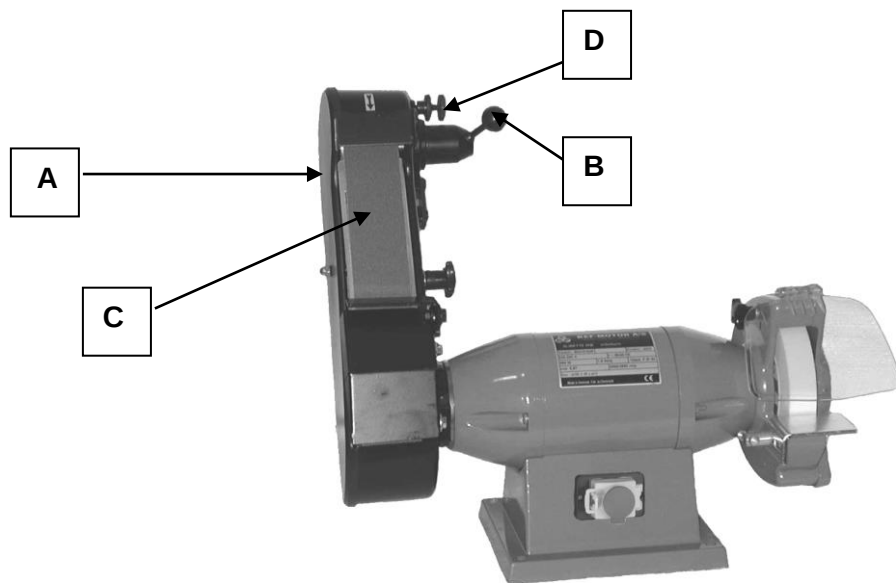

Fig.: 1.3.2
Når slibebåndet er slidt ned, skal det udskiftes, hvilket gøres på følgende måde: Yderskærmen (A) (se fig.: 1.3.2) på skærmkassen monteres af og håndtaget (B) trækkes ned. Herved aflastes slibebåndet (C), så det kan afmonteres og udskiftes med et nyt slibebånd, som monteres i modsat række følge. Det kontrolleres, at pilenes retning på båndets bagside svarer til omløbsretningen. Når det nye slibebånd er monteret, er det nødvendigt at justere for ligeløb med håndtaget (D), som løsnes indtil slibebåndet løber lige på kontaktskiven. Herefter tilspændes håndtaget (B).